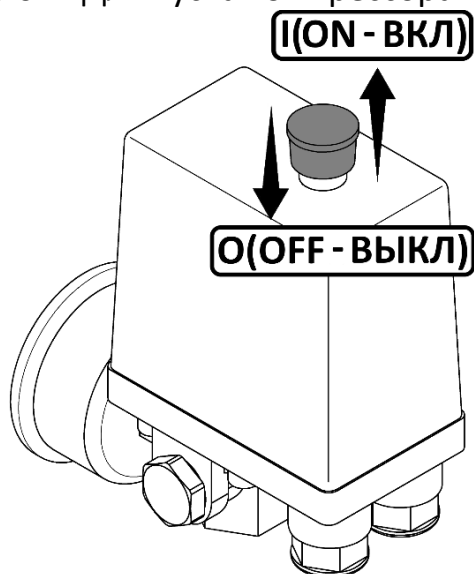

Рисунок 4
- Проверьте, чтобы выключатель на прессостате находился в выключенном положении "OFF" или "O", в зависимости от исполнения (см. рисунок 4).
- Включите компрессор выключателем на прессостате и сразу же выключите. Для этого необходимо переключить выключатель в положение "I" или "ON", в зависимости от исполнения (см. рисунок 4)
- 1 Выключить компрессор выключателем на прессостате. Для этого необходимо переключить выключатель в положение "О" или "OFF", в зависимости от исполнения (см. рисунок 4). После этого остановится электродвигатель и произойдет сброс давления из нагнетательного воздухопровода и поршневого блока.